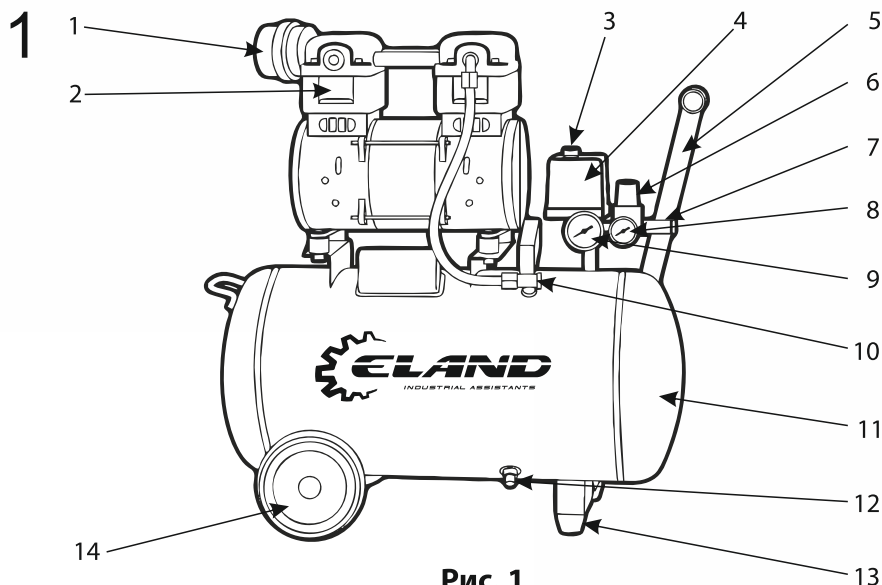

Рис. 1
- Блок поршневой (2) (См. Рис.1) – поршневая группа, одноступенчатая, с воздушным охлаждением - предназначена для выработки сжатого воздуха. Может быть с разным количеством цилиндров в зависимости от модели.
- Ресивер (воздухосборник) (11) (См. Рис.1) служит для сбора сжатого воздуха, выравнивания пульсации воздуха, получающейся в результате возвратно-поступательного движения поршня компрессора, отделения конденсата и масла. Ресивер является также корпусом, на котором смонтированы узлы и детали компрессора.
- Ресивер имеет штуцера для установки реле давления (прессостата) (4), обратного клапана (10), крана слива конденсата, предохранительного клапана, а также кронштейны для установки платформы.
- Реле (прессостат) (4) служит для обеспечения работы компрессора в автоматическом режиме, поддержания давления в ресивере.
- Штуцер (7) с регулятором давления (4) предназначен для подачи воздуха потребителю.
- Обратный клапан (10) (См. Рис.1) обеспечивает подачу сжатого воздуха только в направлении от поршневого блока к ресиверу.
- Манометр (9) предназначен для контроля давления в ресивере.
- Блок управления компрессором включает в себя: манометр давления в ресивере (9); манометр давления на выходе (8); реле давления (прессостат) (4); регулятор давления на выходе (6); кнопку пуска (3); клапан предохранительный.
1. Убедитесь в том, что кнопка пуска (3) на реле давления (4) (См. Рис.1) находится в положении «Выключено». Вставьте вилку питающего электрического кабеля в соответствующую розетку.
2. Переведите кнопку пуска (3) на реле давления (4) (См. Рис.1) в положение «**Включено**».
4. Остановите компрессор, вновь нажав на кнопку пуска (3) (См. Рис.1).
5. Присоедините к раздаточному штуцеру (7) шланг компрессорного оборудования.
- Для включения нажмите на кнопку пуска (3) (См. Рис.1) реле давления, чтобы установить ее в положение «Включено».
- Подсоедините шланг подачи сжатого воздуха к штуцеру (7) (См. Рис.1).
Постоянное использование максимального давления на выходе необязательно в работе. Зачастую, используемый пневмоинструмент (например, краскораспылитель) требует меньшего давления (порядка 3 - 5 бар). В таких случаях рекомендуется выставлять требуемое давление при помощи регулятора (6) (См. Рис.1), что позволяет снизить нагрузку на компрессор и соответственно увеличивает его ресурс.